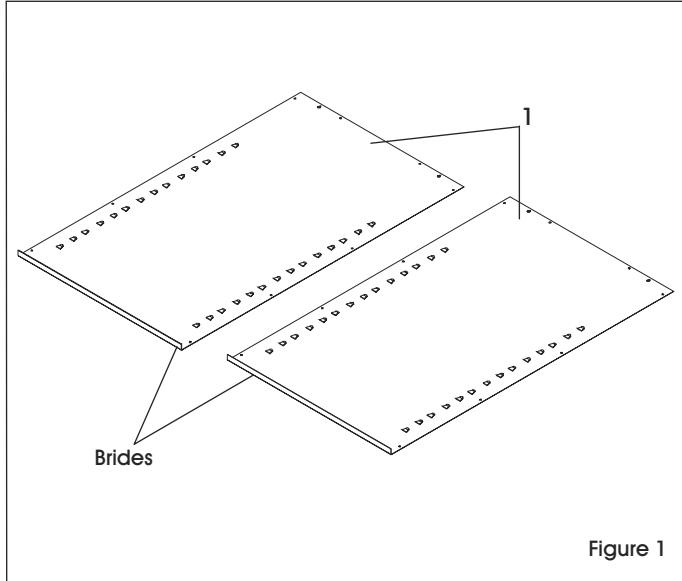

Figure 1
1. Placez deux panneaux arrière (1) sur une surface protégée. Les brides inférieures doivent être orientées vers le haut. Alignez les panneaux arrière l'un contre l'autre ainsi que leurs trous. Boulonnez les panneaux ensemble à l'aide de 4 boulons et 4 écrous. (Voir Figure 1)